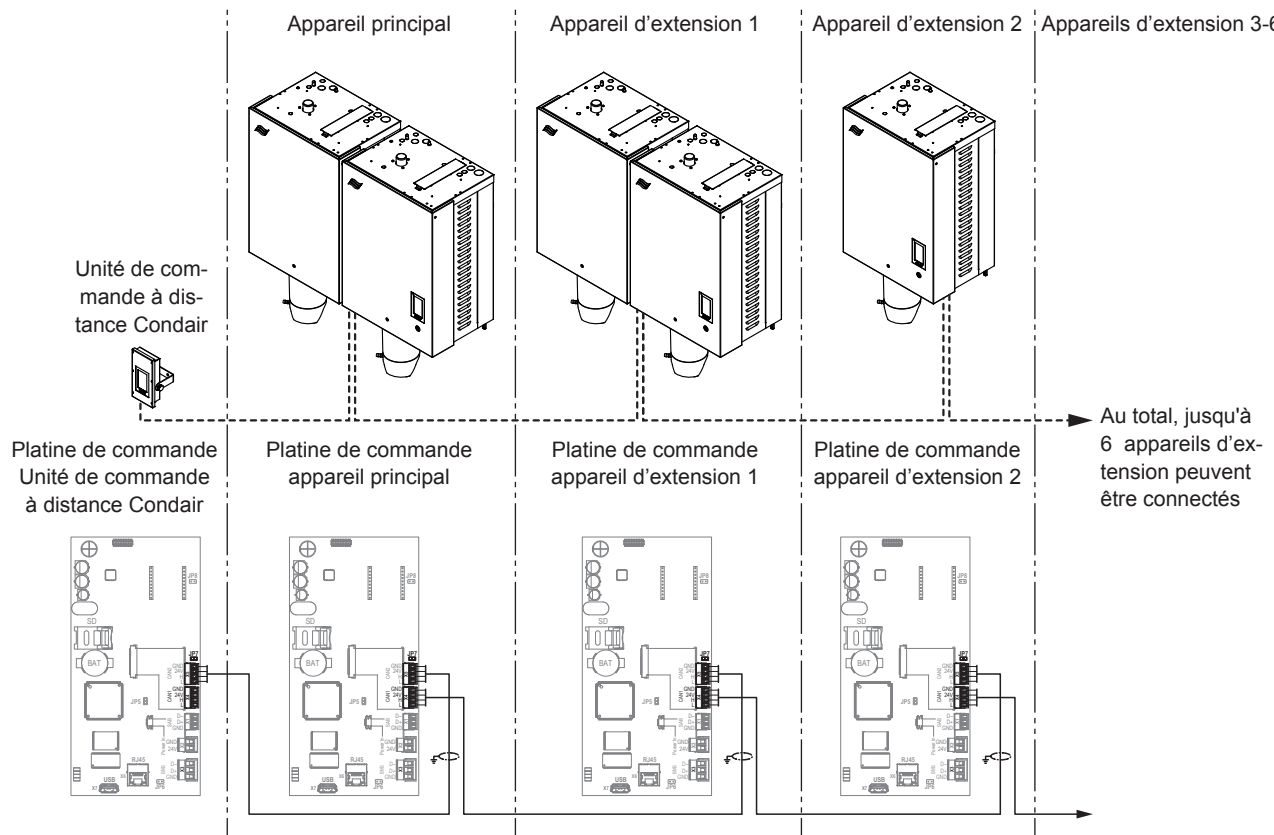
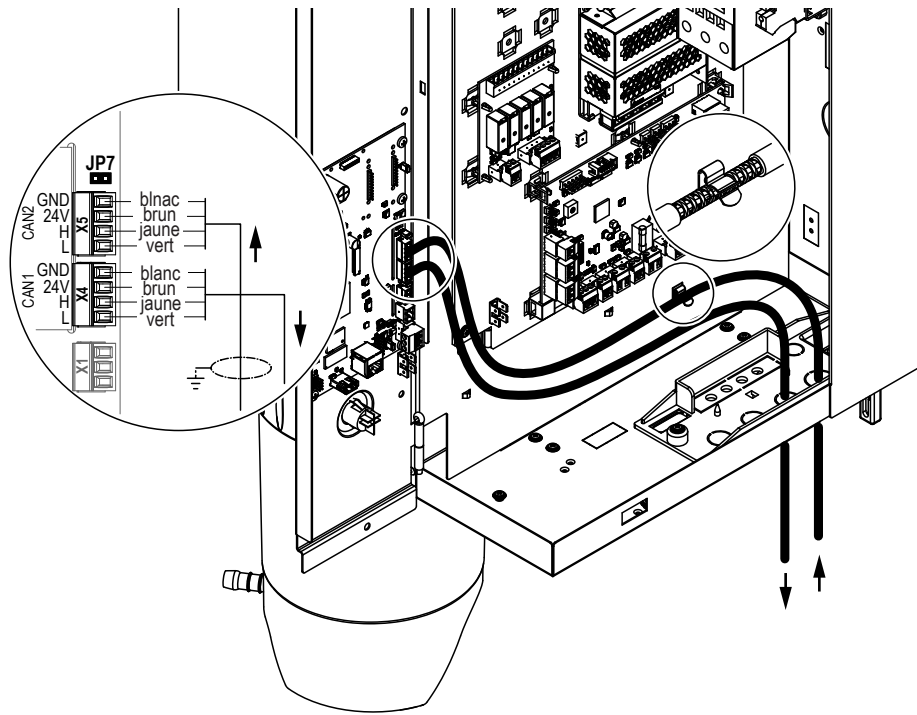

Fig. 28: Connexion de plusieurs appareils (système réseau d'appareils)
Fig. 29: Raccordement câble de bus CAN / blindage
Connectez plusieurs appareils comme suit (voir Fig. 28) :
2. Raccordez tous les appareils du "système réseau d'appareils" à l'aide des câbles de bus CAN préconfectionnés fournis, conformément au schéma dans Fig. 28 et Fig. 29.
- Clipsez le blindage dégagé du câble de bus CAN préconfectionné provenant de l'appareil précédent dans le support de serrage dans le boîtier de commande du générateur de vapeur, comme illustré dans Fig. 29.
- Connectez le(s) câble(s) du bus CAN au bornier correspondant sur la carte de commande de chaque appareil (câbles entrants sur "X5" et câbles sortants sur "X4"), comme indiqué dans Fig. 29.